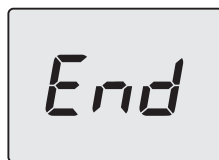

Figura 6.12
- Al termine della procedura il display visualizzerà quanto segue (Figura 6.12).